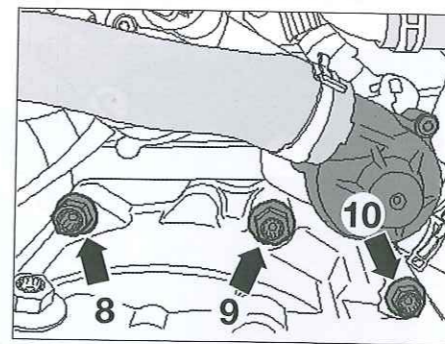

Fig. 4
- los tornillos superiores (8), (9) y (10) del contorno de caja de velocidades (Fig.4).